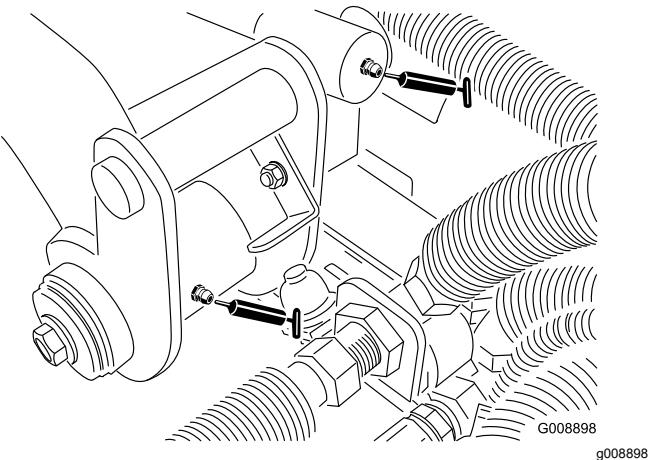

Figura 35
- 2 perni del braccio di sollevamento posteriore e cilindro di sollevamento (Figura 35)